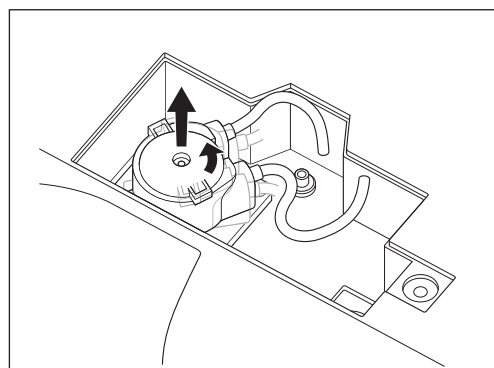

Fig. 52
- 5) Rode a bomba de irrigação no sentido contrário ao dos ponteiros do relógio até prender com um clique e, de seguida, retire-a (Fig. 52).